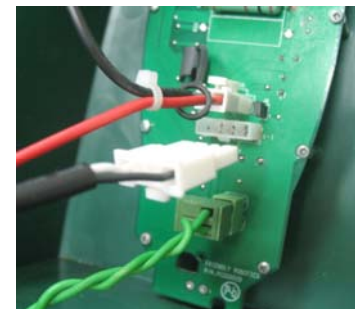

Figure 1.20 -
- Connectez le cordon d'alimentation électrique au panneau de la station de recharge. Voir figure 1.20.